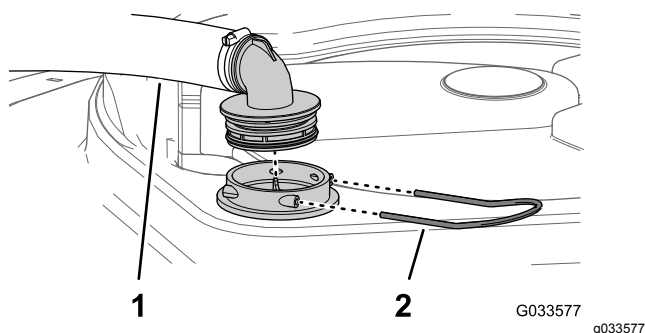

Figura 99
2. Nella parte superiore dell'irroratrice, rimuovete il fermo che fissa il raccordo del flessibile collegato al flessibile grande dall'alloggiamento del filtro (Figura 99).
3. Rimuovete il flessibile e il raccordo del flessibile dall'alloggiamento del filtro (Figura 99).